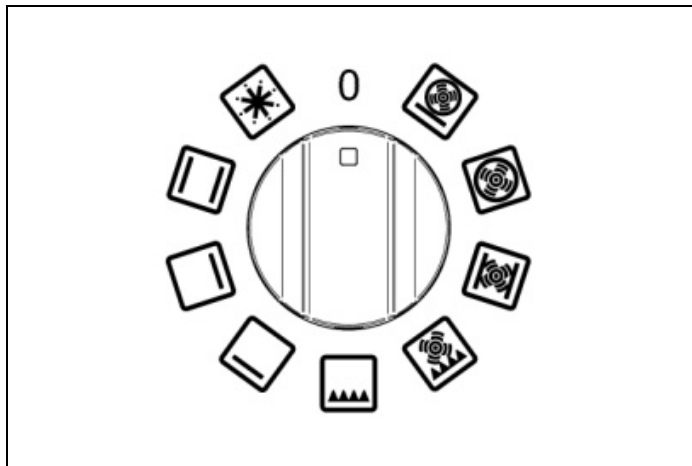
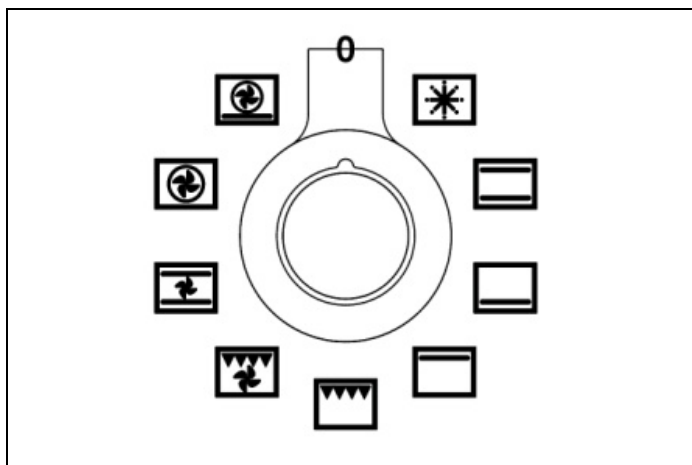
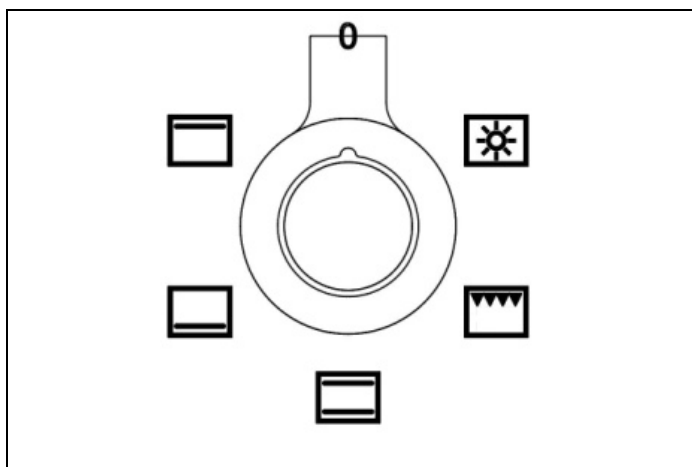

Fig. 23
Fig. 24
Fig. 25
- 1) Ruotare la manopola funzioni (Fig. 23 - Fig. 24 e Fig. 25) in senso orario per selezionare la funzione che si desidera utilizzare.